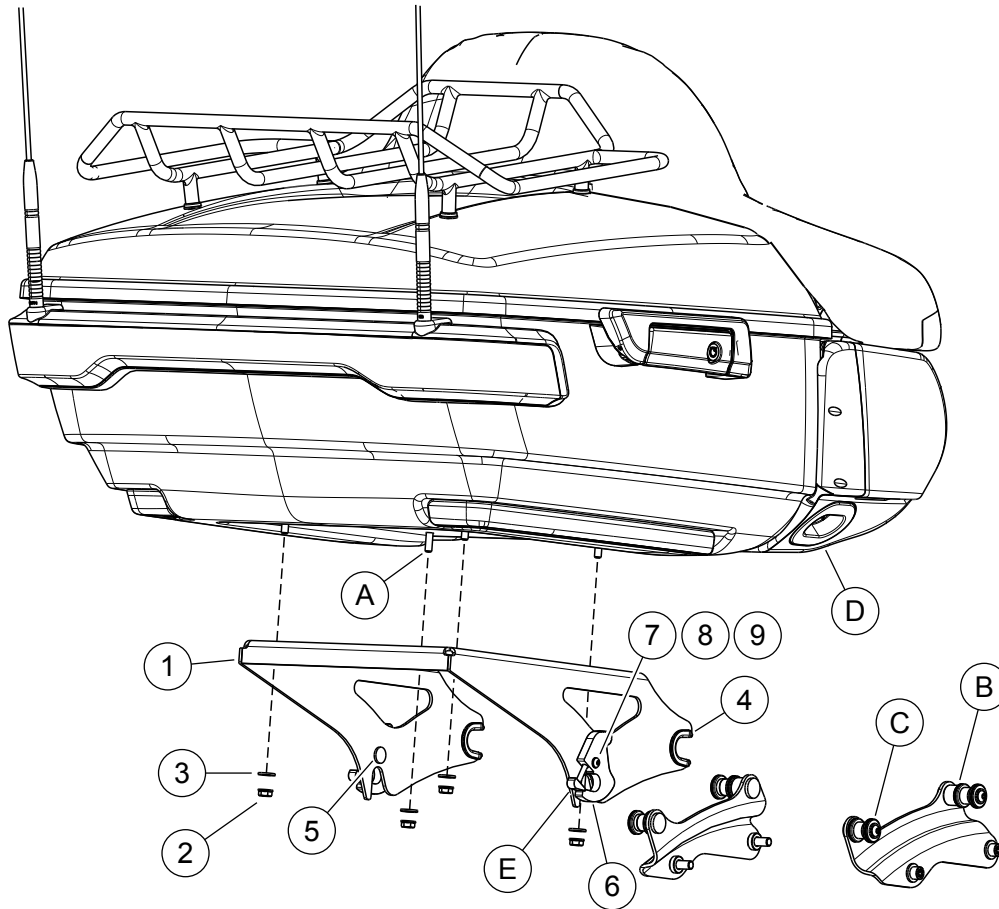

Figura 1. Peças de reposição: Suporte Tour-Pak Removível para dois ocupantes
Ver Figura 1 e Tabela 1.
2. Figura 1 Instalar o suporte (1) Tour-Pak® (1) nos pinos de montagem (A) do Tour-Pak (D).
3. Fixar com anilhas (3) e porcas (2).
4. Os orifícios de montagem do suporte Tour-Pak são ranhurados. Ajustar a posição do Tour-Pak (D) no suporte do Tour-Pak (1).
5. Apertar as porcas (2).
1. Ver a Figura 1. Colocar os entalhes dianteiros do suporte do Tour-Pak, com as buchas no lugar nos pontos dianteiros de encaixe (B).
- a. Deve-se certificar de que os entalhes das buchas (4) assentam totalmente nos pontos de encaixe dianteiros.
2. Posicionar os fechos removíveis (6) sobre os pontos de encaixe traseiros (C).
- a. Verificar que os lados e os fechos do suporte (1) se localizam nos pontos de encaixe traseiros.